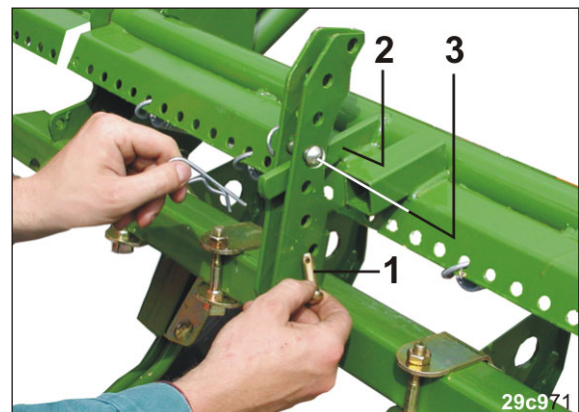

Fig. 193
- 1.3 Einen Bolzen (Fig. 193/3) in eine Bohrung oberhalb des Hebels (Fig. 193/2) stecken und mit einem Federstecker sichern.
- 2.3 Den Bolzen (Fig. 193/1) in eine Bohrung unterhalb des Hebels (Fig. 193/2) stecken und mit einem Federstecker sichern.